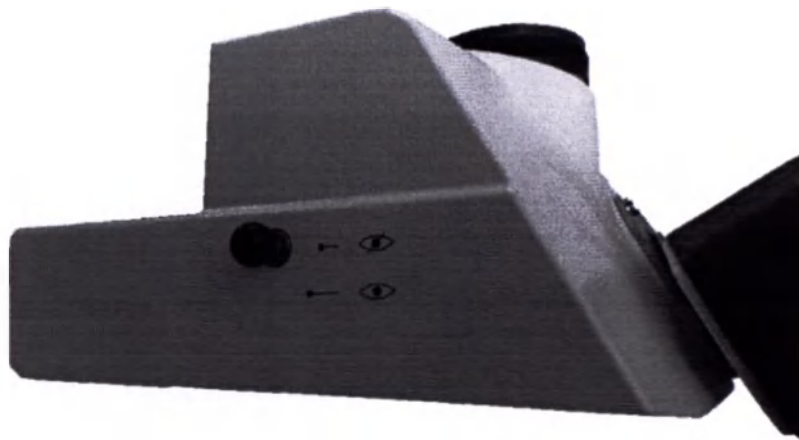

Рисунок 36 - Левая ручка светоделителя: свет не поступает в окуляры
- 1) Свет не поступает в окуляры (Рисунок 36);